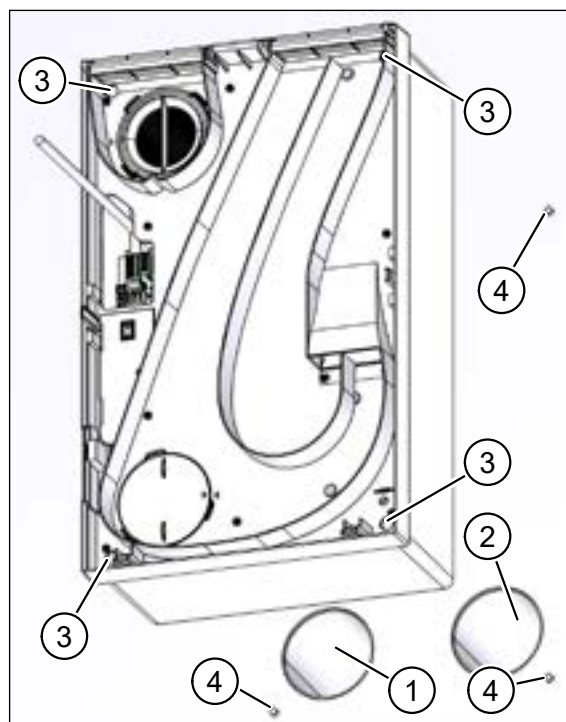

Рис. 37: закрепить вентустановку – настенный монтаж
- ▶ Расположите вентустановку таким образом, чтобы патрубки были выровнены с трубами приточного (поз. 1 на рис. 37) и вытяжного (поз. 2 на рис. 37) воздуха.
- ▶ Закрепите вентблок четырьмя крестовыми винтами 5 x 120 мм (поз. 3 на рис. 37) на дюбелях (поз. 4 на рис. 37) в стене. При этом слегка затяните винты крест-накрест.